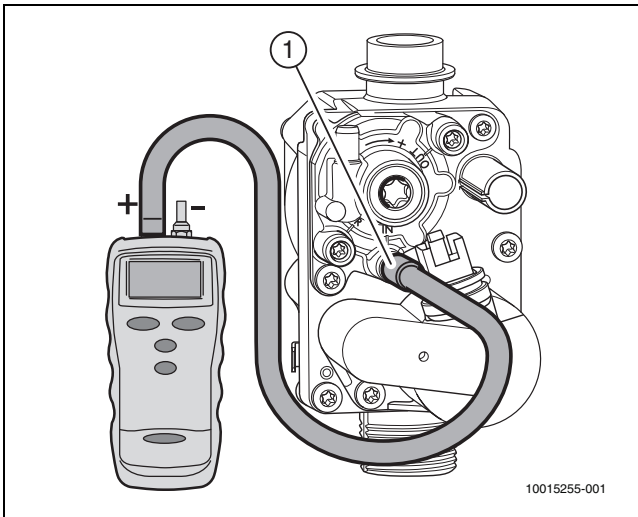

Bild 4 Gas-Anschlussdruck messen
- ▶ Schraube am Messstutzen für den Gas-Anschlussdruck 2 Umdrehungen lösen (→ Bild 4, Position [1]).